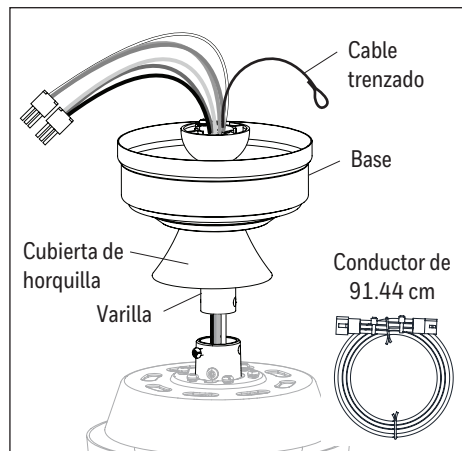

Figura 3.2
2. Inserte la varilla a través de la base y la cubierta de la horquilla. Pase los conductores y el cable trenzado del ventilador a través de la varilla y luego a través de la bola de la varilla. Según la longitud de la varilla que utilice, es posible que tenga que utilizar el cables conductores de 91.44 cm para alojar una varilla de 91.44 cm o 121.92 cm (se venden por separado). Cuando sea necesario, conecte el conector de 3 clavijas y 3 clavijas que se extiende desde el centro de la varilla a un extremo de los cables conductores de 91.44 cm. **Nota:** la varilla que se incluye con este ventilador no utilizará el cables conductores de 91.44 cm (Figura 3.2).